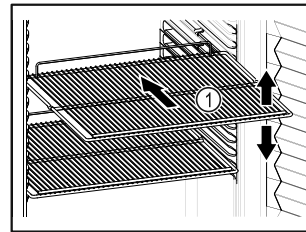

Fig. 61 Приблизне відображення
- Якщо решітки для зберігання Fig. 61 (1) знімні, відрегулювати по висоті.